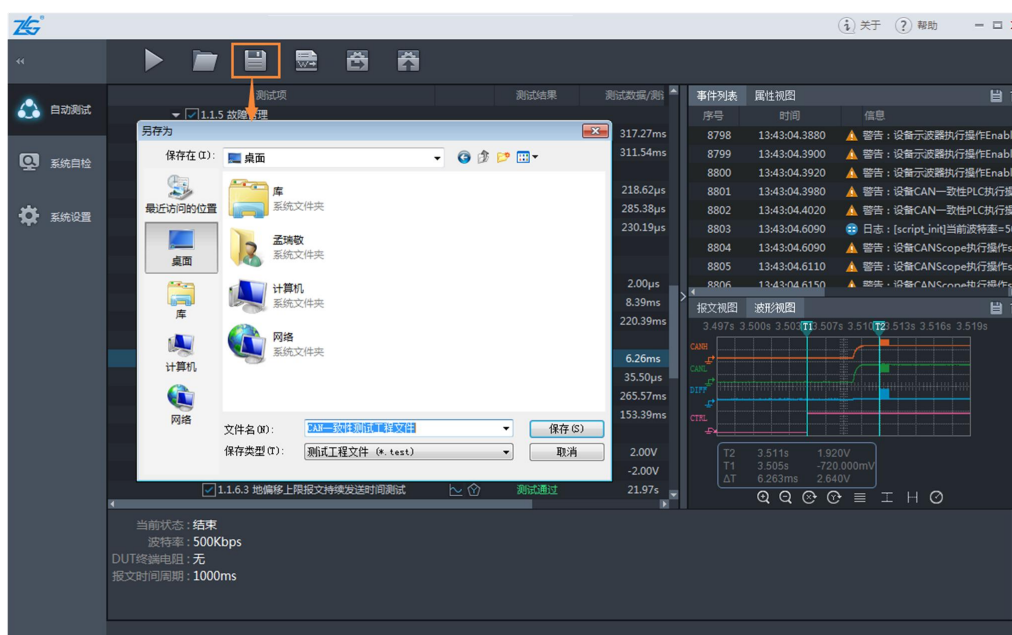

图 4.14 保存工程文件
如图 4.14 所示，工程文件保存流程为：①点击“保存”图标，弹出“另存为”对话框；②设置好保存路径、文件名等设置后保存即可；③点击“打开”图标，可再次查看保存的工程文件，该工程文件是以.test 为后缀名的文件。